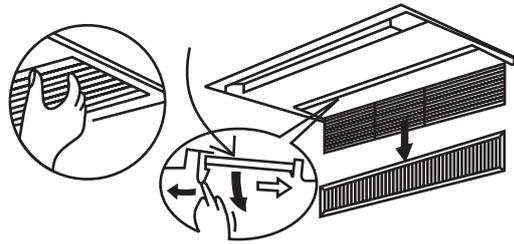

图5.4 一面出风式
- ③对于一面出风式，双手抓住进风口卡扣向下慢慢打开，向内侧拉，按下滤尘网卡口即可取出（见图5.4）。
- ④对于挂壁式，按下滤尘网的中央突起处，使其弹出，手握滤尘网抓把，向体侧拉，从下方抽出。